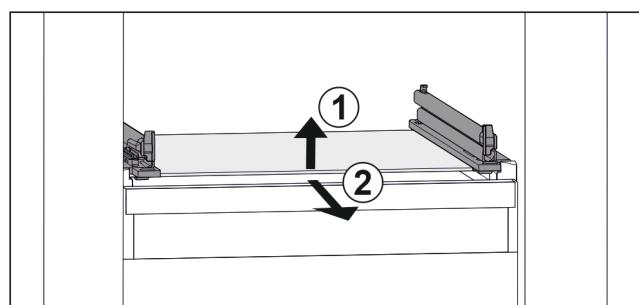

Fig. 36 Примерно изображение на стъклена плоча
- Повдигнете стъклена плоча отпред. Fig. 36 (1)
- Извадете стъклена плоча напред. Fig. 36 (2)